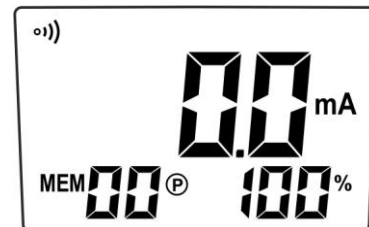

Fig. 20
2. Lo strumento mostra il messaggio “**OL Ω**” a display, in quanto si configura automaticamente per la misura di resistenza. Eseguire una breve pressione del tasto **▲A** per entrare nel modo di misura della corrente. Viene mostrata la videata di Fig. 20.